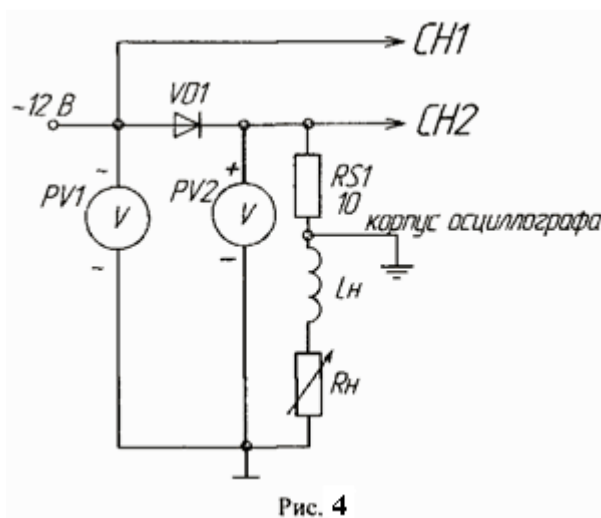

Рис. 4
6) Включить дроссель последовательно с нагрузкой (рис. 4); снять осциллограммы напряжения на диоде U_a и анодного тока I_a . Снять осциллограмму напряжения на нагрузке U_n , переключив корпус осциллографа на общий провод, не забудьте определить масштабы по току и напряжению;